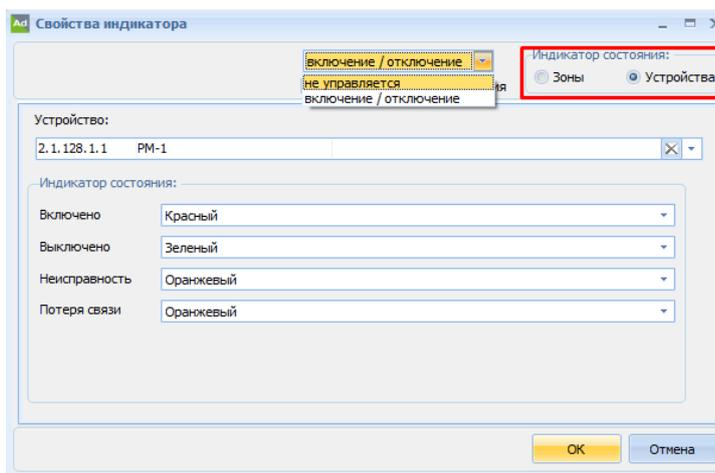

Рисунок 5.12 – Окно «Свойства индикатора», Устройства
6) Для привязки к данному индикатору исполнительных устройств следует переключатель Индикатор состояния установить в значение Устройства, в результате чего окно «Свойства индикатора» изменит свой вид (рисунок 5.12).